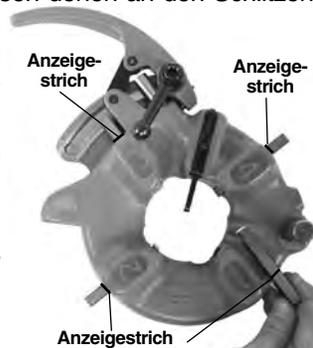

Abbildung 12 – Einsetzen der Schneidbacken
6. Die entsprechenden Schneidbacken in den Schneidkopf einsetzen, mit der nummerierten Kante nach oben, bis der Anzeigestrich bündig mit der Kante des Schneidkopfs ist (siehe Abbildung 12). Die Zahlen auf den Schneidbacken müssen denen an den Schlitten des Schneidkopfs entsprechen. Wechseln Sie Schneidbacken immer als Satz – Schneidbacken aus verschiedenen Sätzen nicht mischen.